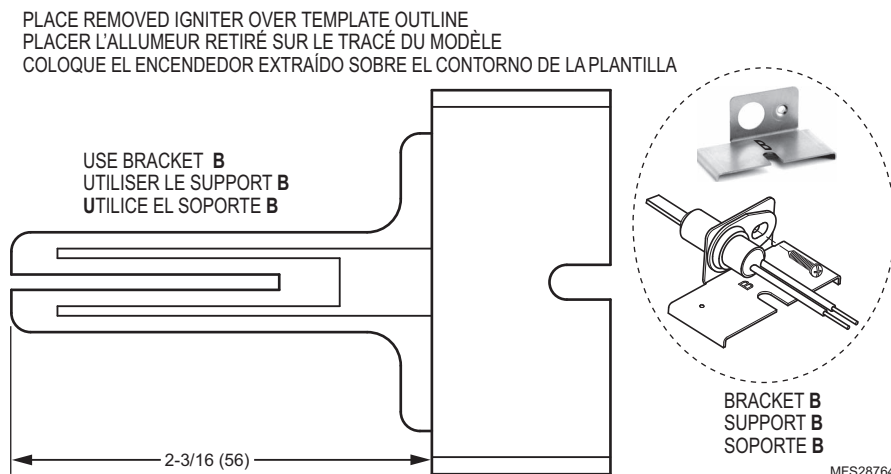
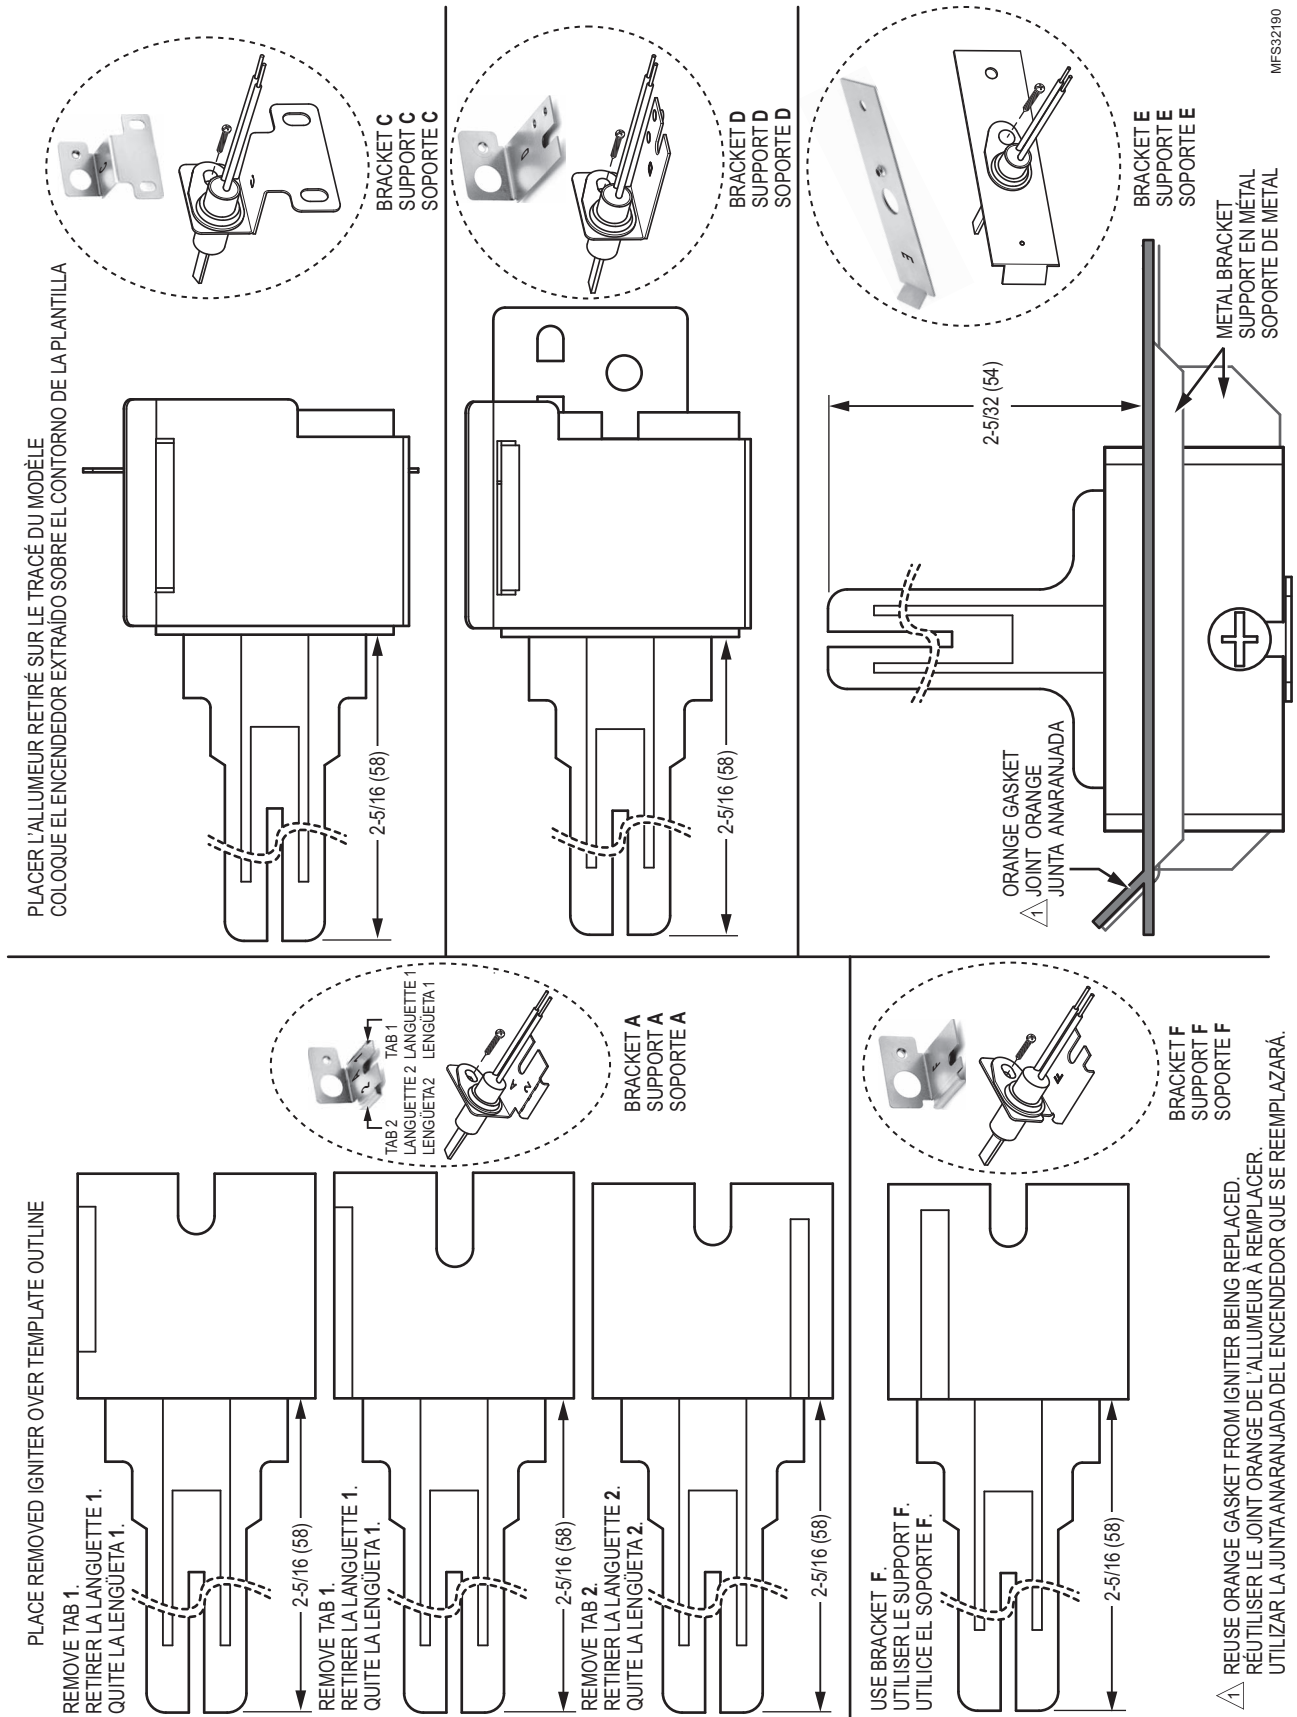

Fig. 1. Igniter bracket B template; dimensions in in. (mm).
Fig. 2. Igniter brackets A, C, D, E, and F template; dimensions in in. (mm).
- Check the cross-reference table on page 4 and the templates (Fig. 1 and Fig. 2) to make sure the proper igniter bracket is used for your application.
2. Using the bracket selection templates (Fig. 1 and Fig. 2), the cross-reference (Table 1), and the original igniter assembly, place the igniter on the templates to confirm which bracket to use for this installation.
^bFor igniters that require bracket A, use the template (Fig. 2) to determine the tab to be removed.
Pour les allumeurs nécessitant le support A, utiliser le modèle (Fig. 2) pour déterminer la languette à retirer.
Para los encendedores que requieren el soporte A, utilice la plantilla (Fig. 2) para determinar la lengüeta que se debe quitar.
2. Vérifier le tableau des références à la page 4 et les modèles (Fig. 1 et Fig. 2) pour s'assurer que le support d'allumeur adéquat est utilisé en fonction de l'application.
2. En utilisant les modèles de sélection de support (Fig. 1 et Fig. 2), le tableau de référence (tableau 1) et l'ensemble d'allumeur d'origine, placer l'allumeur sur les modèles pour sélectionner le support à utiliser pour l'installation.